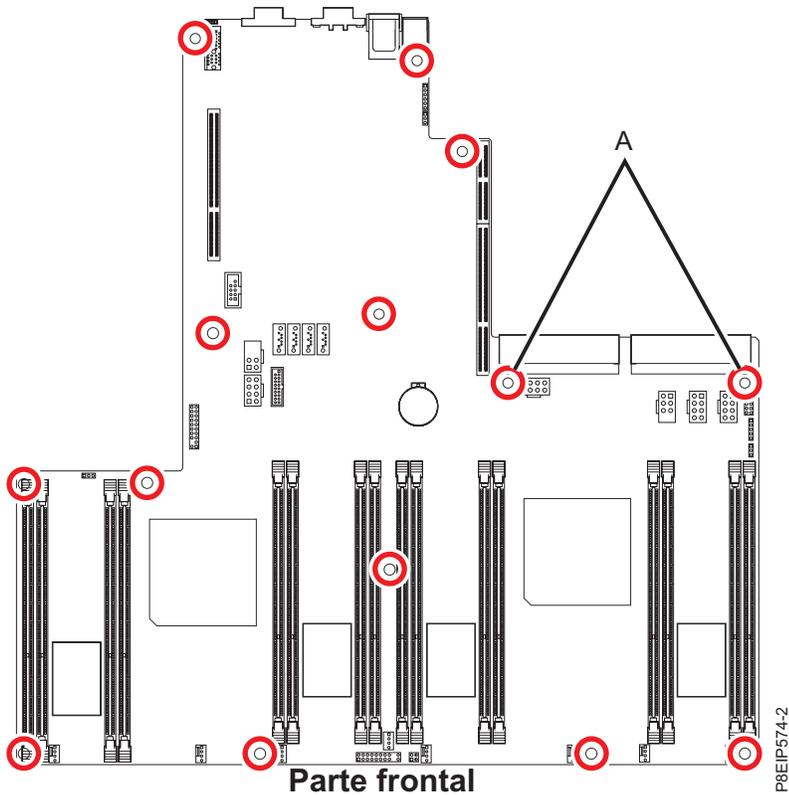

Figura 41. Ubicaciones de los tornillos. Los dos tornillos en (A) son negros y ligeramente más largos.
13. Alinee y atornille los 14 tornillos en la placa posterior del sistema. Las ubicaciones de los tornillos se muestran en la Figura 41 en la página 42.